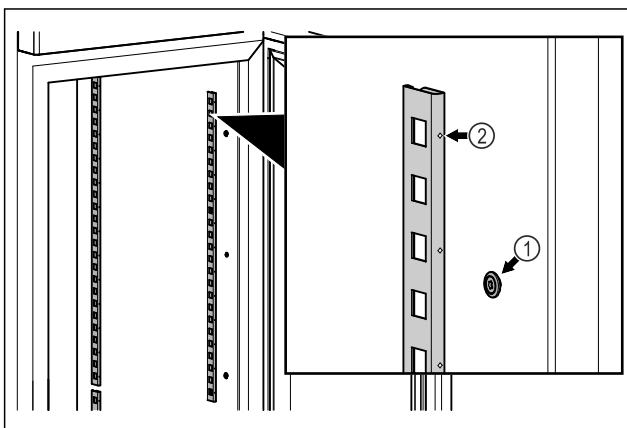

Fig. 17 Eksempelfremstilling
- ▶ Hekt sperrelistene inn i opphenget Fig. 17 (1). Markeringen Fig. 17 (2) må peke fremover.